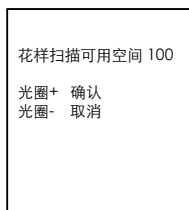

图3-9 编辑巡航扫描
2. 选择“花样扫描编号”后，再定位到“编辑花样扫描”，按“光圈+”进入编辑界面，如图 3-9 所示。